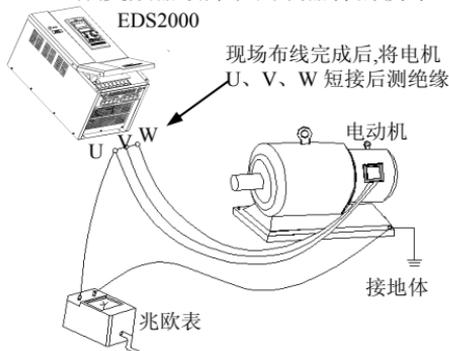

图 1-1 电机绝缘检查示意图
- (1) EDS2000/EDS2800 系列变频器为电压型变频器，使用时电机的温升、噪声和振动与工频运行相比较略有增加，属正常现象。
- (2) 如果需要以低速恒转矩长期运行，必须选用变频电机。若使用一般的异步交流电机低速运行时，应监控电机温度或采取强制散热措施，以防烧毁电机。
- (3) 减速箱及齿轮等需要润滑的机械装置在长期低速运行时，可能由于润滑效果变差造成损坏，请事先采取必要措施。
- (4) 若超过电机额定频率运行时，除了考虑电机的振动、噪音增大外，还必须确保电机轴承及机械装置的使用速度范围，请务必事先确认。
- (5) 对于提升设备和大惯性之类的负载，变频器常会因产生过流或过压故障而跳闸，为保证正常工作，应考虑选配适当的制动组件。
- (6) 应通过端子或其它正常的命令通道对变频器进行起停控制。严禁在变频器输入侧使用接触器等强电开关直接频繁起停操作，否则会造成设备损坏。
- (7) 如果需要在变频器输出和电机之间安装接触器等开关器件，请确保变频器在无输出时进行通断操作，否则可能会损坏变频器。
- (8) 变频器在一定的输出频率范围内，可能会遇到负载装置的机械共振点，可设置跳跃频率来避开。
- (9) 使用前,应确认电源电压在允许的工作电压范围之内,否则应做变压处理或订购特种变频器。
- (10) 在海拔高度超过 1000 米的条件下,变频器应降额使用,每增加 1500 米高度输出电流约降低额定电流的 10%。
- (11) 电机在首次使用或长时间放置后再使用之前,应做电机绝缘检查。请使用 500V 电压型兆欧表按图 1-1 所示进行检查,绝缘电阻不得小于 $5\text{ M}\Omega$,否则有损坏变频器的可能。